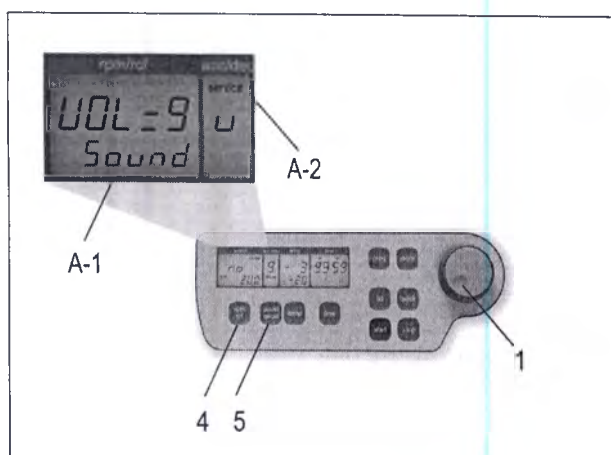

Рисунок 6
Действуйте как описано в п. 1.8.1, чтобы войти в программный режим, и затем нажмите кнопку «accel/decel» [ускорение/замедление] (5). На дисплее «accel/decel» [ускорение/замедление] (A-2) появится слово «service» [обслуживание]. Теперь выберите букву "U" с помощью верньера (1). В результате на дисплее «rpm/rcf» [об/мин / центробежное ускорение] (A-1) появятся слова «Vol=0-9/Sound» [Громкость=0-9/Звук]. Если Вы нажмете кнопку «rpm/rcf» [об/мин / центробежное ускорение] (4), то сможете выбрать необходимый уровень громкости между 0 (тихо) и 9 (громко), вращая верньер (1) (см. рисунок 6).